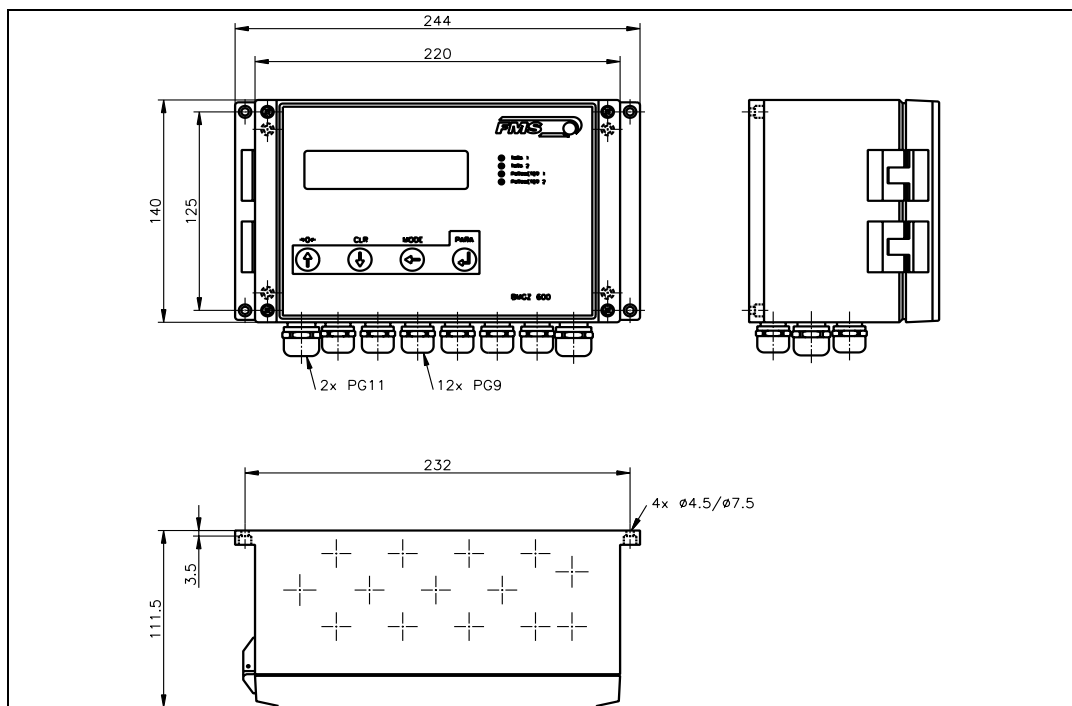

Bild 6a: Abmessungen der Auswertelektronik (Gehäuse „W“).
BMGZ650A.W	Standardgehäuse für Wandmontage (Bild 6a)
- BMGZ650A.W : Wandgehäuse (Aluminium; IP54) (Bild 6a)